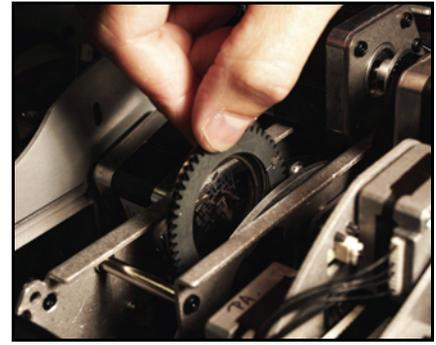

Bild 19: Entfernen eines Gobohalters
5. Siehe Bild 19. Fassen Sie den Gobohalter an seiner Verzahnung, heben Sie ihn leicht vom Goborad ab und ziehen Sie den Halter heraus.